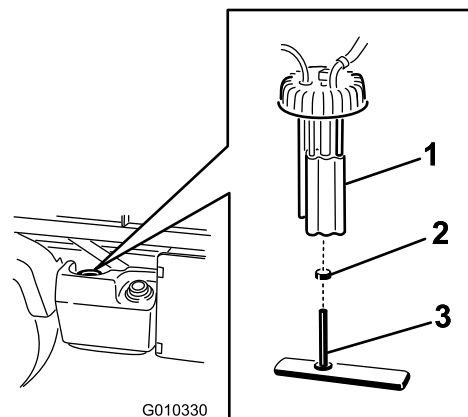

Figura 48
2. Desenchufe los conectores del arnés de cables de la bomba de combustible (Figura 48).
3. Afloje la abrazadera y desconecte el tubo de combustible del tapón de la bomba de combustible (Figura 48).
4. Desenrosque el tapón de la bomba de combustible de la parte superior del depósito de combustible (Figura 48).
5. Retire el conjunto de la bomba de combustible y el filtro de combustible del depósito (Figura 48).
7. Retire el tubo del acoplamiento (Figura 48).